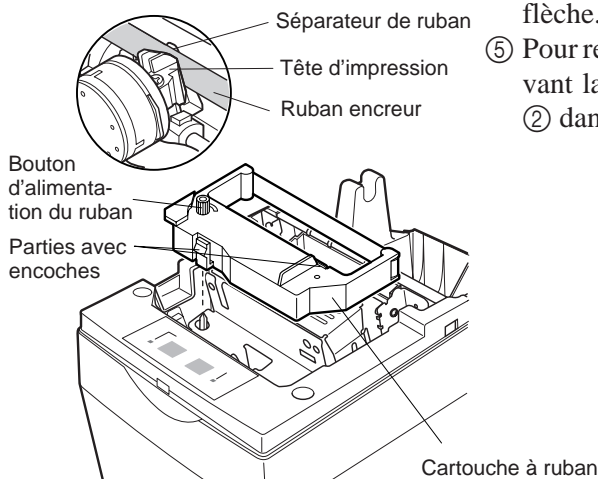

Fig. 6-2 Mise en place de la cartouche à ruban
- ① Mettez l'imprimante hors tension.
- ② Soulevez le capot d'environ 3 cm. Tout en tenant le couvercle incliné à cet angle, tirez-le vers vous pour l'enlever.
- ③ Mettez la cartouche à ruban en place dans le sens indiqué dans la figure 6-2 et appuyez légèrement sur la cartouche afin qu'elle se mette en place. Si la mise en place de la cartouche n'est pas satisfaisante, appuyez sur la cartouche tout en faisant tourner le bouton d'alimentation du ruban de la cartouche dans le sens de la flèche.
- ④ Pour tendre le ruban, faites tourner le bouton d'alimentation du ruban de la cartouche dans le sens de la flèche.
- ⑤ Pour remettre en place le capot, suivant la procédure décrite à l'étape ② dans le sens inverse.